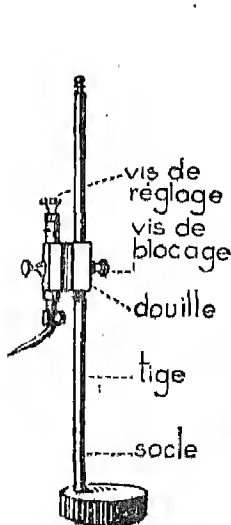

Fig. 20. — Trusquin d'ajusteur
b) Le trusquin d'ajusteur (fig. 20) est bien différent. Un socle en fonte, dont la surface inférieure est parfaitement plane, porte une tige